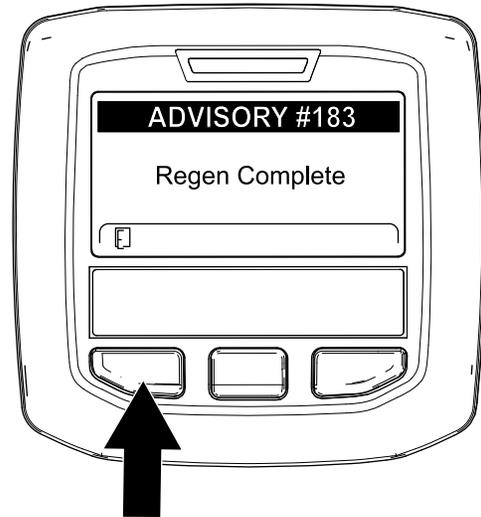

Figura 68
9. Cuando la computadora del motor finaliza una regeneración estacionaria o de recuperación, el InfoCenter muestra el AVISO N° 183 (Figura 68). Pulse el botón izquierdo para salir de la pantalla de inicio.